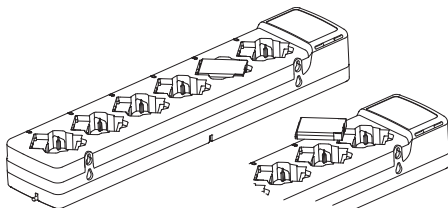

Figure 2: Carga de la batería independiente
4. Para cargar una batería independiente, inserte la batería en la cavidad del cargador de esta forma (consulte Figure 2):